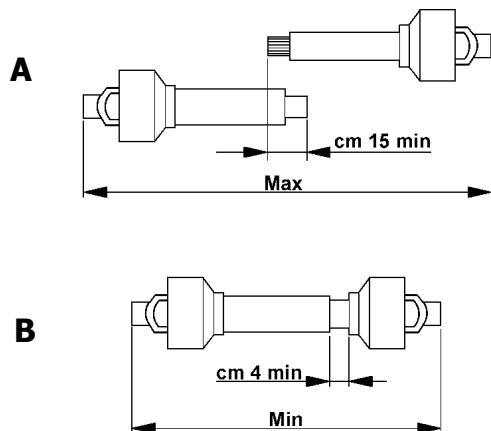

Fig. 9
- Quando l'albero cardanico è sfilato al massimo, i due tubi devono sovrapporsi per almeno 15 centimetri (A Fig. 9). Quando esso è inserito al massimo, il gioco minimo consentito deve essere di 4 centimetri (B Fig. 9).
- *When the Cardan shaft is withdrawn to the end of its stroke, the two pipes should overlap by at least 15 cm (A Fig. 9). When it is inserted all the way, the minimum admissible play is 4 cm (B Fig. 9).*
- Wenn die Kardanwelle so weit wie möglich herausgezogen ist, müssen sich die beiden Rohre mindestens um 15 cm überlappen (A Abb. 9). Wenn sie so weit wie möglich eingeschoben ist, muß ein Spiel von mindestens 4 cm bestehen (B Abb. 9).
- *Quand l'arbre à cardans est déboîté au maximum, les deux tubes doivent se superposer d'au moins 15 cm (A Fig. 9). Quand il est entièrement rentré, le jeu minimum admissible sera de 4 cm (B Fig. 9).*
- Cuando el árbol cardán se encuentra totalmente afuera, los dos tubos tienen que superponerse por lo menos de 15 centímetros (A Fig. 9). Mientras cuando este se encuentra insertado al máximo, el yugo mínimo permitido es de 4 centímetros B Fig. 9).